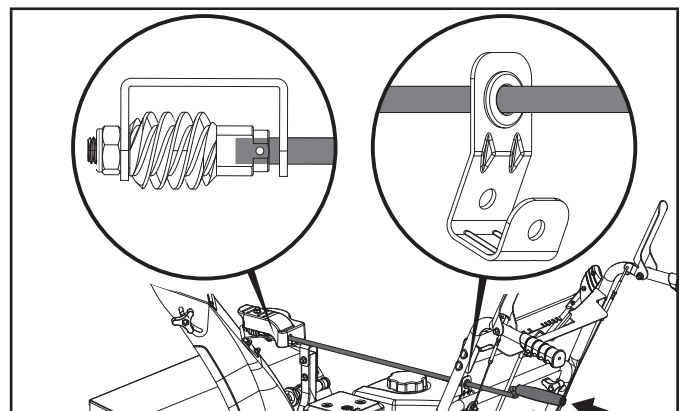

Figure 12A
2. Insérez le levier dans le support de la goulotte de décharge qui se trouve sur la poignée inférieure, puis dans le trou de l'engrenage. (figure 12A)